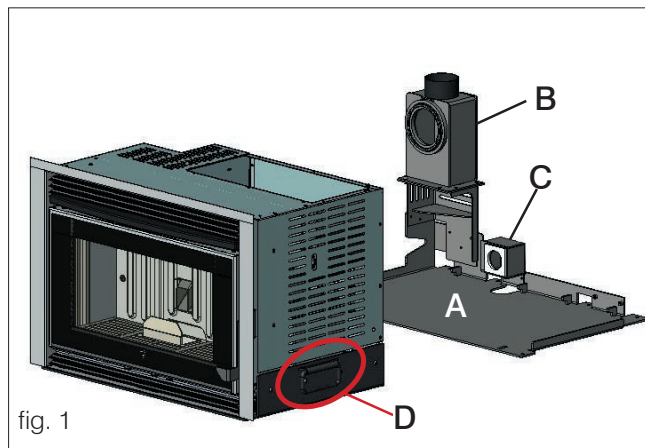

fig. 1
- Après avoir évalué la position correcte de l'insert, le soulever, en utilisant les deux poignées situées sur les côtés de l'insert (D - fig. 1), de la plaque de base (A - fig. 1).